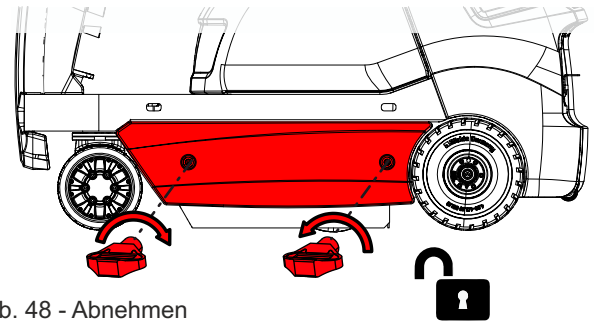
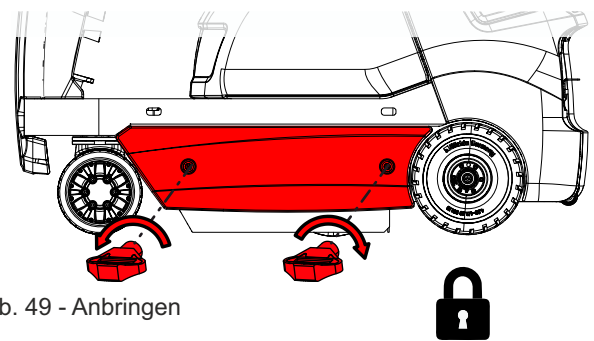

Abb. 48 - Abnehmen
Abb. 49 - Anbringen
Seitenverkleidung abnehmen indem man mit dem Schlüssel entriegelt, rechte Seite im UZS links, linke Seite im UZS rechts (Abb. 48). Das Anbringen erfolgt genau entgegengesetzt. (Abb. 49)
- Entfernen Sie die Seitenverkleidung (Kap. 7.4 Abb. 48 +49)